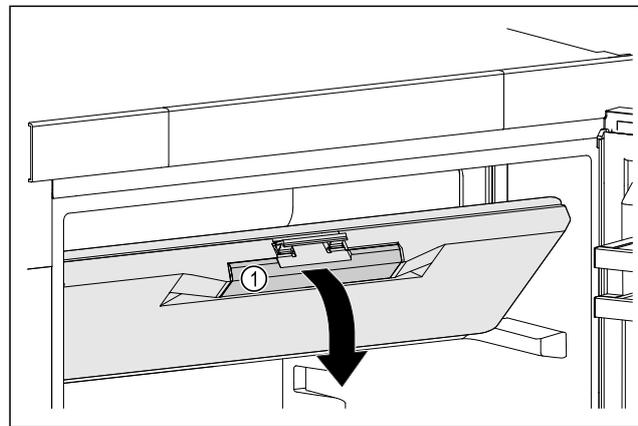

Fig. 43
- ▶ Gefrierfachtür an der Griffmulde Fig. 43 (1) anfassen.